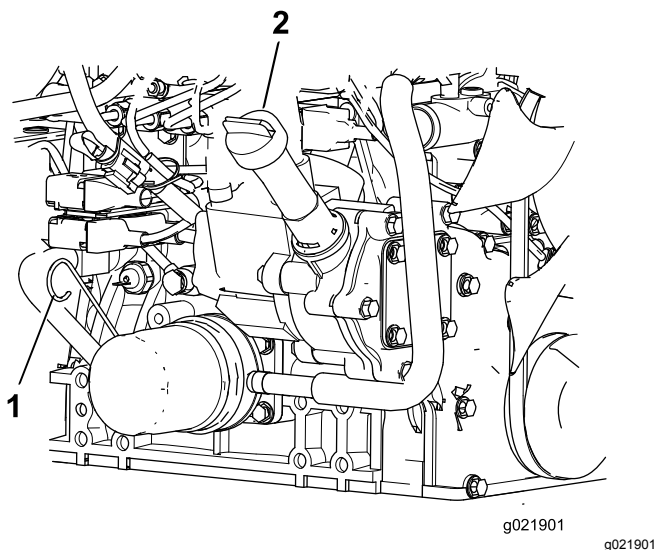

Figura 71
3. Retire a vareta, limpe-a, coloque-a no tubo e volte a retirá-la em seguida. O nível de óleo deve estar entre marca Cheio e a marca Adicionar (Figura 71).
4. Se o nível de óleo estiver baixo, retire o tampão de enchimento (Figura 71) e adicione óleo até que fique entre a marca “Full” (cheio) e a marca “Add” (adicionar). Não encha demais.